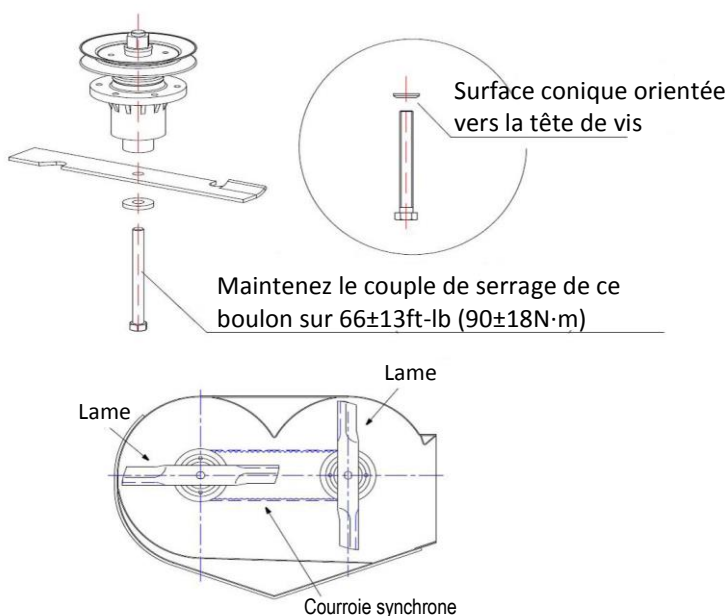

Figure 6
- Remontez les lames (si déposées) en plaçant un bloc de bois entre la cloison avant ou arrière et la lame. Serrez ensuite les boulons de lame à 66 ± 13 pi-lb ($90 \pm 18\text{N}\cdot\text{m}$). Assurez-vous que le cône de la rondelle élastique est installé vers la tête de vis. (Voir la figure 6).